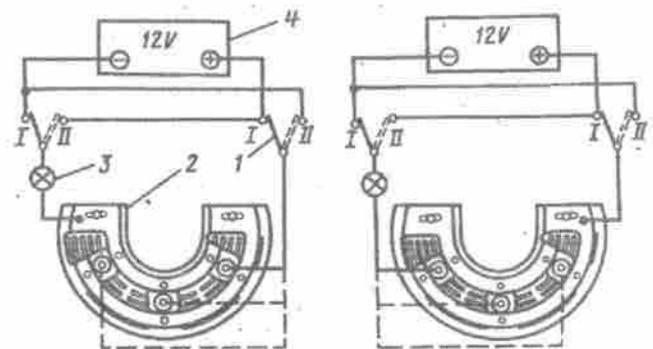
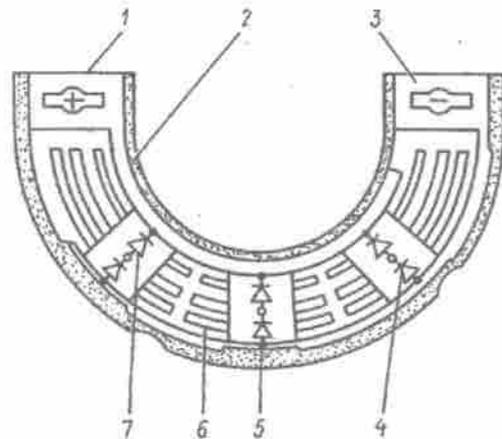

Bild 239. Prüfschaltung für Dioden:
Bild 246. Gleichrichterblock:
2. Gleichrichterblock nach der in Bild 239 gegebenen Schaltung prüfen.
Den Gleichrichterblock (Bild 246) sorgfältig reinigen. Die Dioden mit Hilfe einer Kontrollampe prüfen (Bild 239). Im Zusammenhang damit, daß in jedem Blockschnitt Dioden verschiedener Polarität eingebaut sind, prüfe man sie bei verschiedener Anschlußpolarität der Batterie.